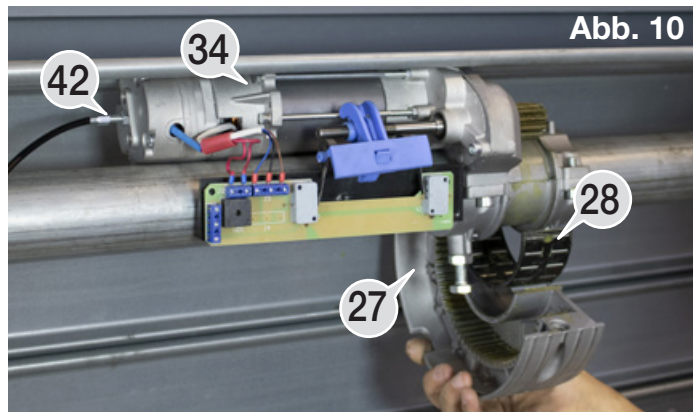

Abb. 10
- Ziehen Sie die Einstellmutter "42" (Abb. 10) für das Kabel am Motor "34" an.